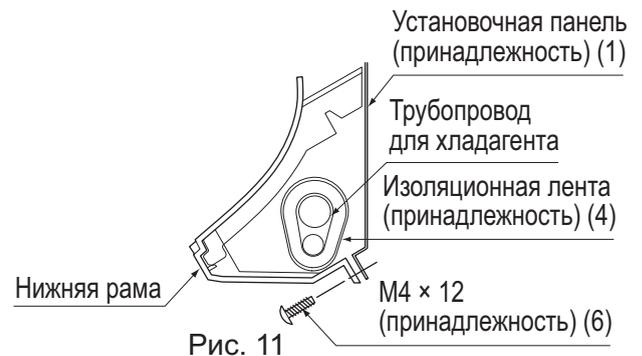

Рис. 11
- Закрепите внутренний агрегат на установочной панели (1) с помощью крепежных винтов (6). (См. рис. 11)